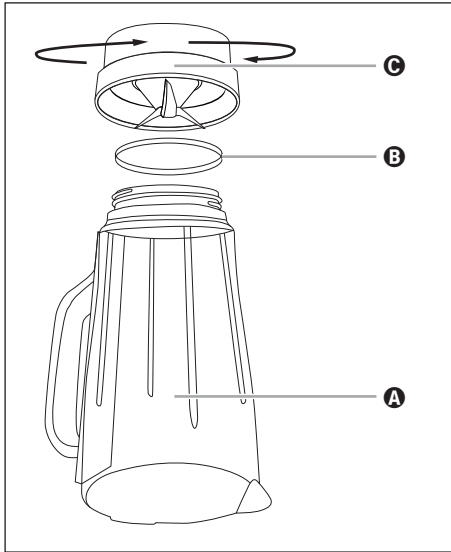

Bild 4
- 2) Vänd på produkten och vrid mixerbehållarens **3** plastdel **C** motsols tills den lossar från mixerbehållarens **3** glaskanna **A** (se bild 4).